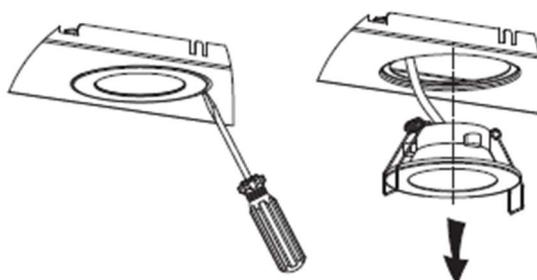

Рис.3
4. Нажмите на пружину или аккуратно подденьте блок лампы плоской отвёрткой, затем снимите блок лампы (рис.3).